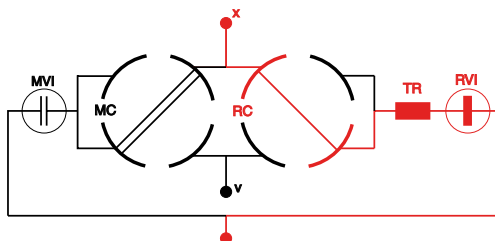
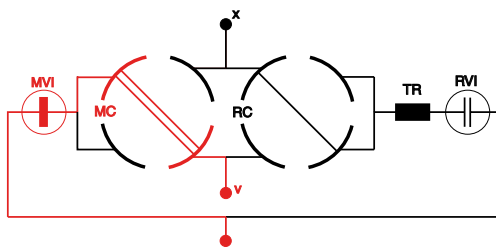
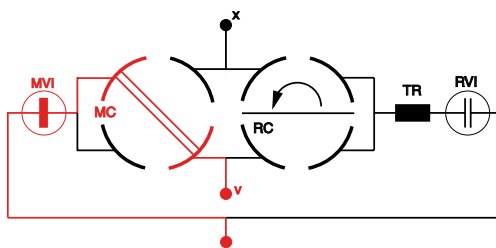

Рис. 9b
Рис. 9f
Рис. 9g
На Рис. 9а показан путь тока при нормальной работе, от "x" до нейтральной точки звезды (может быть также до следующей фазы). При коммутации нагрузки с "x" на "v" первая часть операции переключения состоит в размыкании главного вакуумного выключателя (MVI) и, следовательно, протекании тока через токоограничивающий резистор (TR), Рис. 9b. Затем поворачивается главный контакт (MC) (Рис. 9с и 9d) и подсоединяется к "v". Главный вакуумный выключатель затем замыкается, что приводит к появлению соответствующего циркулирующего тока, возникающего вследствие разницы потенциалов, Рис. 9е. Как показано на Рис. 9f, токоограничивающий резистор отсоединяется при размыкании вакуумных выключателей резистора (RVI). Ток нагрузки теперь проходит по нормальному пути от "v" к нейтральной точке звезды. Контакт резистора (RC) затем поворачивается и устанавливается в положение согласно Рис. 9g. Наконец, последовательность завершена, и при замыкании вакуумного выключателя резистора достигается следующее рабочее положение, см. Рис. 9h.